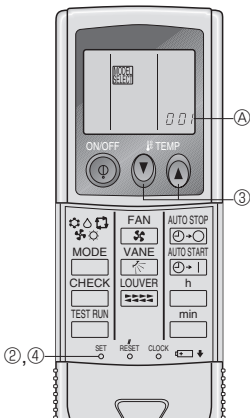

Fig. 6-8
1) Preparación inicial (Fig. 6-8)
- ① Introduzca las pilas.
② Pulse el botón SET con algún objeto puntiagudo.